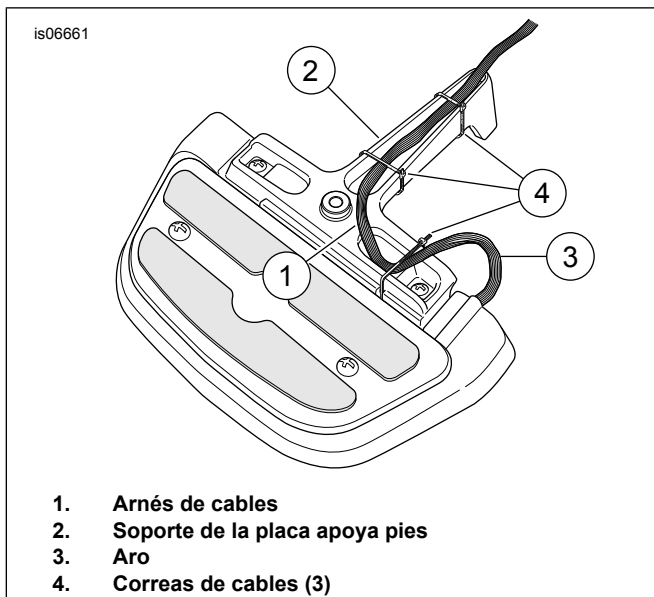

Figura 7. Colocación del arnés de cables - Modelos Touring de 1993 y posteriores
- b. **Modelos de vehículos Touring de 1993 y posteriores:** vea Figura 7. Pase el arnés de cableado (1) a lo largo de la parte inferior de cada soporte de la placa apoyapiés (2), colocando el arnés en los recesos siempre que sea posible. Deje un pequeño aro (3) de holgura en cada arnés para evitar tirar de los cables cuando pliegue la placa apoyapiés. Asegure el arnés a los soportes de la placa apoyapiés utilizando las correas de cables (4).